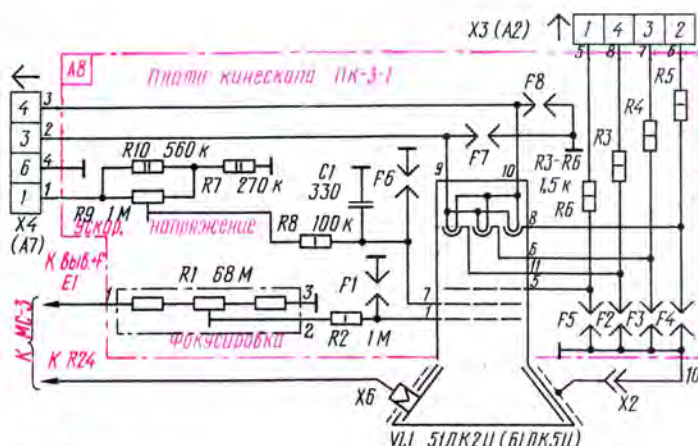

Рис. 3
**П**ринципиальная схема платы кинескопа ПК-3-1, предназначенной для подключения кинескопов с самосведением лучей в ряде телевизоров ЗУСЦТ, показана на рис. 3. В этих кинескопах все модуляторы соединены между собой так же, как ускоряющие и фокусирующие электроды. Необходимое напряжение на ускоряющих электродах устанавливают подстроечным резистором R9, а на фокусирующих электродах — подстроечным резистором R1.